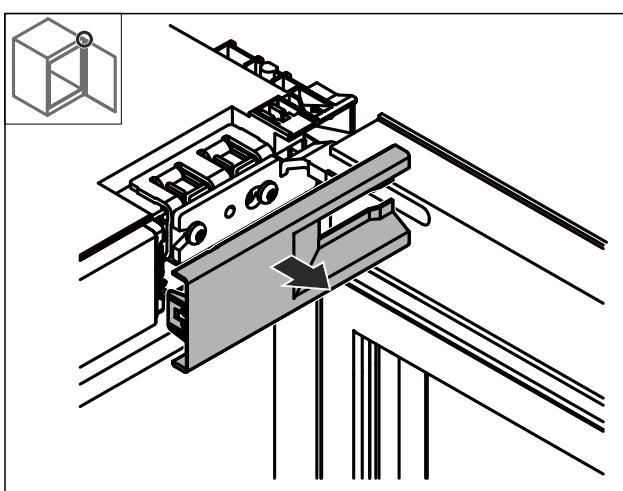

図2
- 図2で取り外したカバーを180°回転させ、機器上部の吊元側に取り付けます。